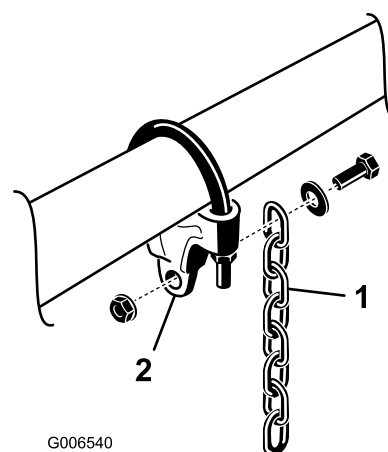

Figure 8
7. Montez une chaîne de levage sur chaque support de chaîne avec une vis, une rondelle et un écrou, en positionnant l'ensemble comme montré à la Figure 8